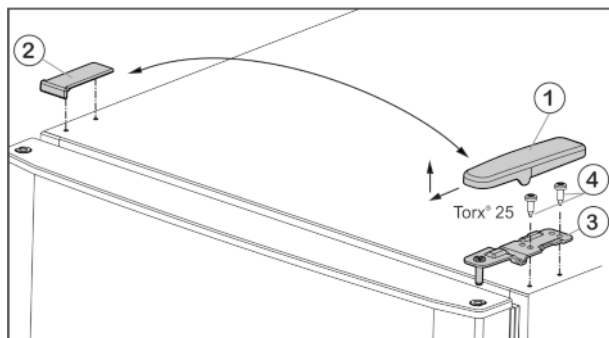

Fig. 6
- Kryt Fig. 6 (1) stáhněte dopředu a nahoru.
- Kryt Fig. 6 (2) zvedněte.
- Horní stojan ložiska Fig. 6 (3) odšroubujte (2 krát Torx® 25) Fig. 6 (4) a stáhněte nahoru.
- Horní stojan ložiska Fig. 6 (3) vložte na nové straně závěsu do dvířek.
- Horní stojan ložiska **pevně přišroubujte (4 Nm)** (2krát Torx® 25) Fig. 6 (4). Popřípadě použijte akumulátorový šroubovák.
- Kryt Fig. 6 (1) na opačné straně zvenčí nasadíte a nechte zaklapnout.
- Kryt Fig. 6 (2) vždy na opačné straně shora nasadíte a nechte zaklapnout.